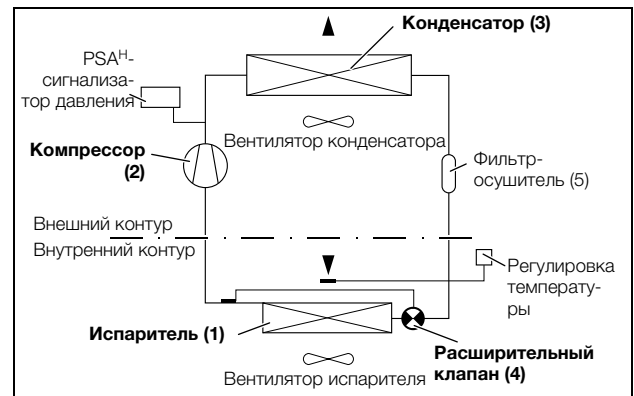

Рис. 2: Контур охлаждения
Холодильный агрегат (компрессорная холодильная установка) состоит из четырех основных компонентов (см. рис. 2): Испаритель (1), компрессор (2), конденсатор (3) и регулировочный или расширительный клапан (4), которые связаны между собой при помощи трубопроводов. Этот контур охлаждения заполнен низкокипящим хладагентом. Хладагент R134a (CH_2FCF_3) не содержит хлора. Его потенциал разрушения озонового слоя (OZP) равен нулю. Таким образом, он очень экологичен. Фильтр-осушитель (5), встроенный в герметичный контур охлаждения, обеспечивает надежную защиту от влаги, кислот, частиц грязи и посторонних тел внутри контура охлаждения.